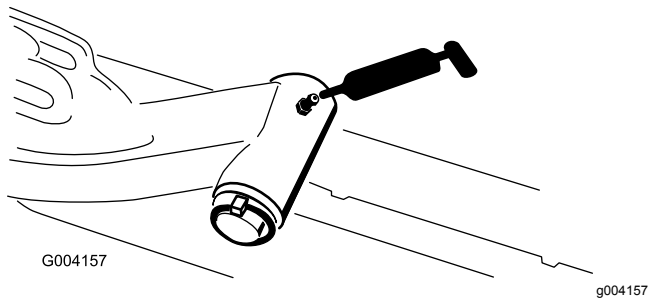

Figura 67
- Albero del perno del braccio di sollevamento (1 cad.) (Figura 67)